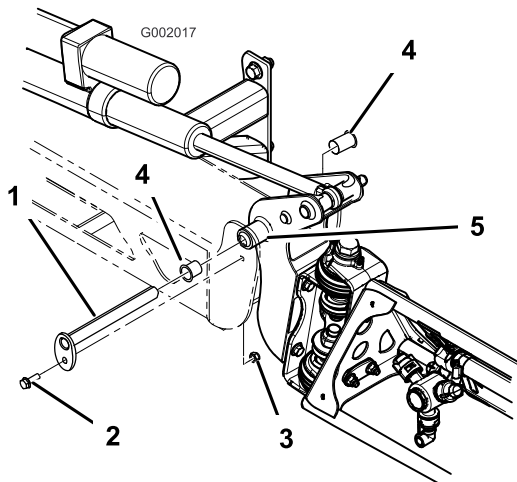

Figura 62
3. Com o peso da rampa suportado, retire o parafuso e a porca que seguram o pino de articulação à rampa (Figura 62). Retire o pino de articulação.
5. Retire e inspecione as buchas de nylon dos lados dianteiro e traseiro do suporte de articulação (Figura 62). Substitua todas as buchas danificadas.
7. Monte a rampa e o apoio da articulação no chassi alinhando as aberturas (Figura 62).